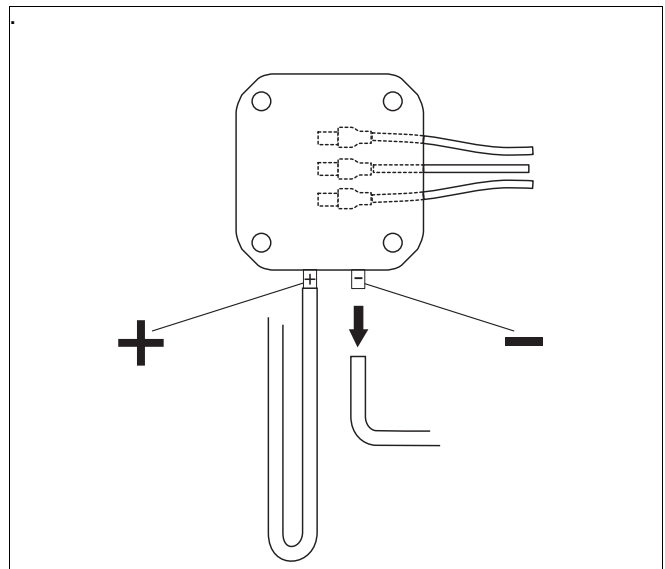

Рис. 51 Отсоедините импульсную линию
- Отсоедините импульсную линию вентилятора от отрицательного полюса реле контроля давления воздуха (рис. 51).